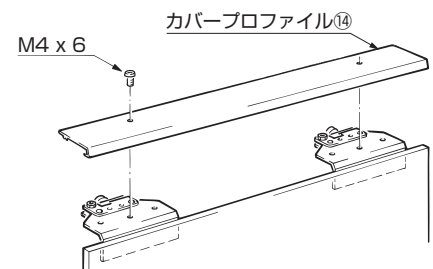

図 3-9-1
⑨カバープロファイル⑭を取り付けます-オプション (図 3-9-1)。
- (1) カバープロファイル⑭を次の寸法で切断してください。